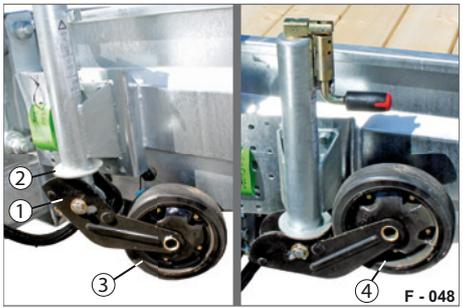

Abb. 29 Kurbel / Stützrad in Fahrstellung
- ▶ Kurbeln Sie im Uhrzeigersinn, bis die Konsole (Abb. 29/1) über den Kranz (Abb. 29/2) fährt und das Stützrad (Abb. 29/3) nach oben zieht.
- ▶ Fahren Sie das Stützrad (Abb. 29/4) komplett hoch.